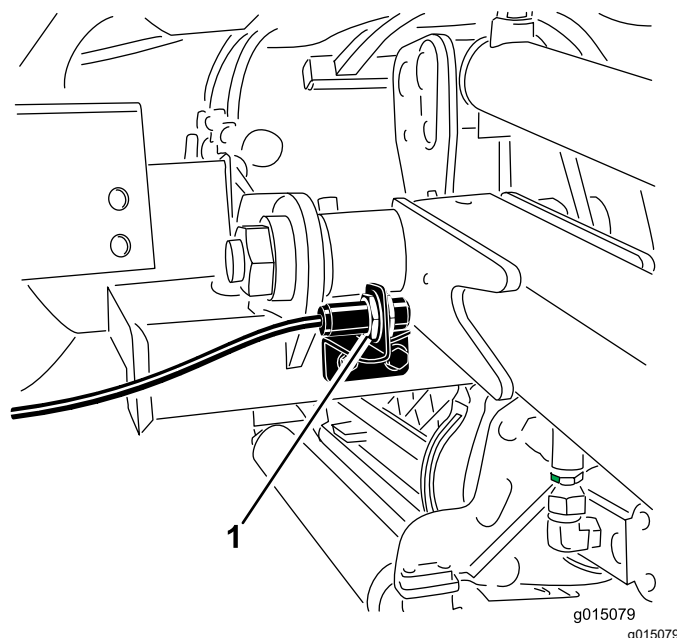

Figure 41
2. Le contacteur des bras de relevage se trouve derrière le bras de relevage avant droit (Figure 41).
3. Desserrez les vis de fixation du contacteur (Figure 41) et montez le contacteur pour augmenter la hauteur du changement de direction des bras de levage ou abaissez-le pour réduire la hauteur du changement de direction.